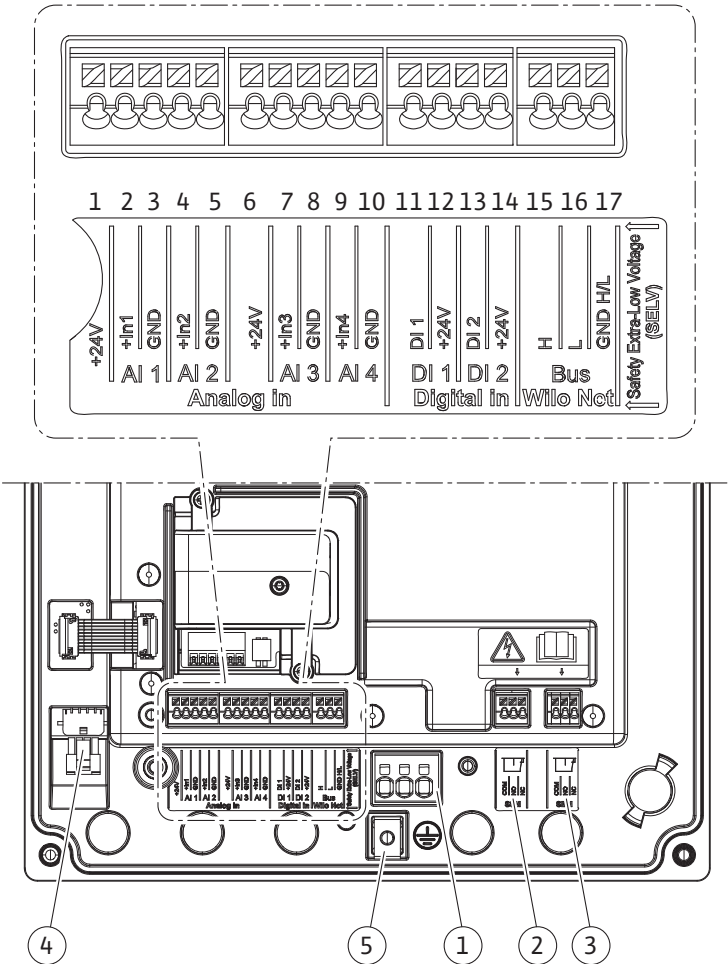

Fig. 19: Vista general de bornes en el módulo
4. Guíe el cable de conexión por el prensaestopas M25 (Fig. 19, Pos. 1). Apriete el prensaestopas con los pares de apriete prescritos.